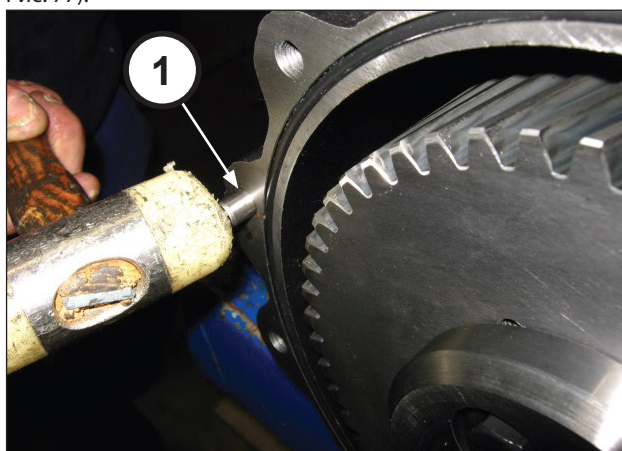
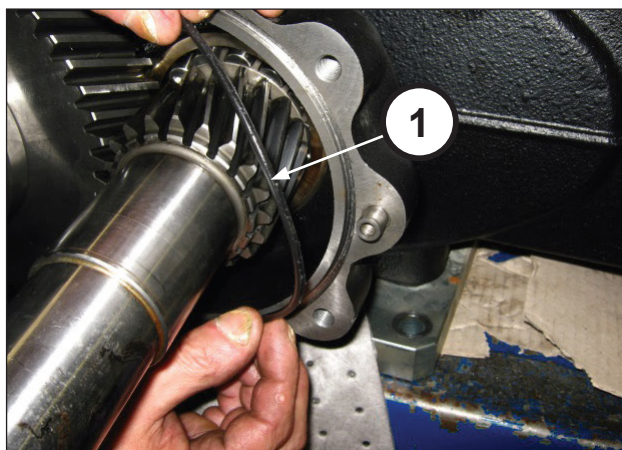

Рис. 76
Рис. 77
Установите 2 штифта Ø10х24 в корпус редуктора (поз. ①, Рис. 76) и вставьте уплотнительное кольцо O-ring (поз. ①, Рис. 77).